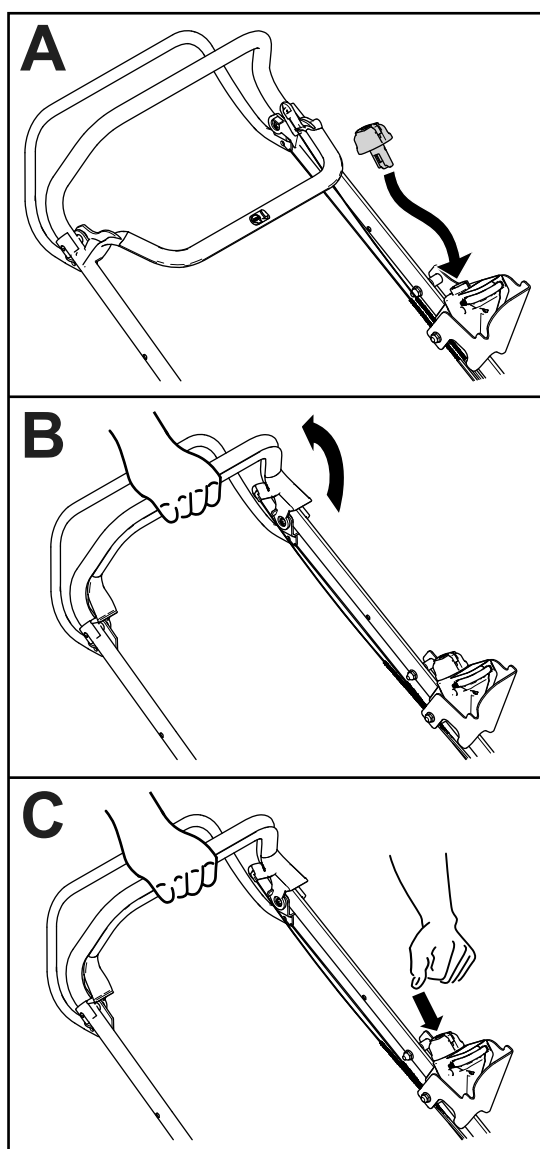

Figura 19
2. Insira o botão de arranque elétrico consulte a secção [Localização do botão de arranque elétrico (página 16)] no interruptor de arranque elétrico (A da Figura 19).
3. Insira a barra de controlo da lâmina e segure-a contra a pega (B de Figura 19).
4. Prima o botão de arranque elétrico até que a máquina ligue e a lâmina comece a girar (C da Figura 19).